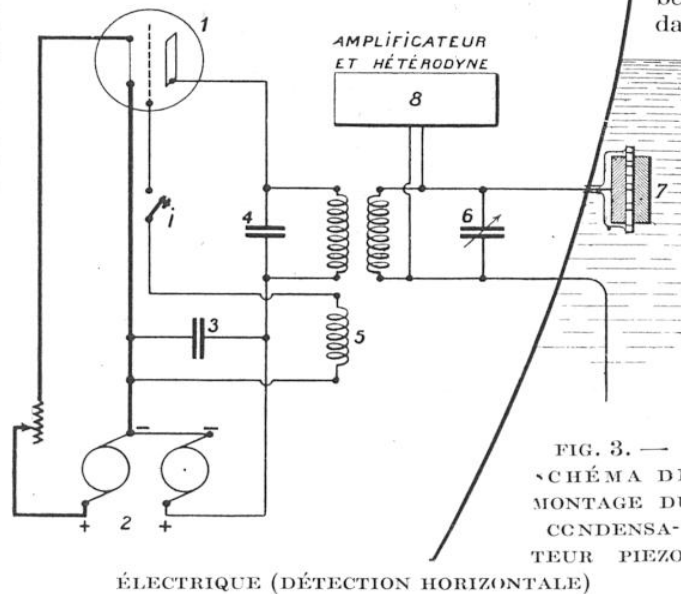

FIG. 3. — SCHÉMA DE MONTAGE DU CONDENSATEUR PIEZO-ÉLECTRIQUE (DETECTION HORIZONTALE)
*Schéma I* (fig. 3). — Un poste à lampes produit les oscillations électriques dans un circuit accordé sur la fréquence en ondes ultra-sonores à émettre (40.000 en une seconde, par exemple). 1, lampe à trois élec-